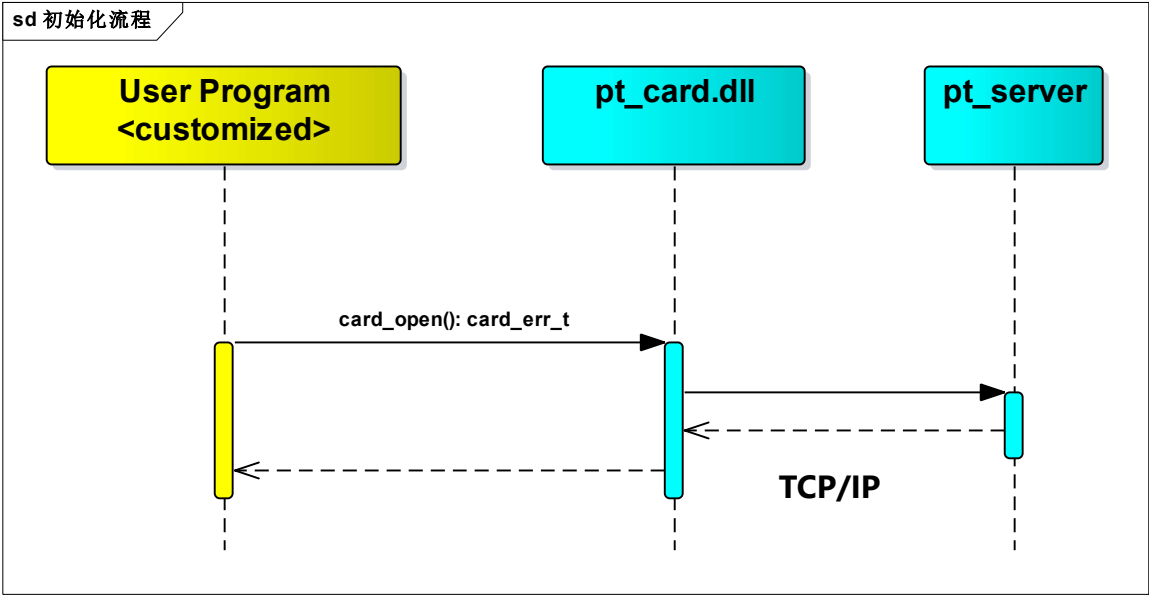

图 3.1 初始化流程
- 初始化流程：用户程序通过调用 pt\_card.dll 的接口函数完成读写器的连接，如图 3.1。